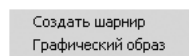

Рис. 1.20. Всплывающее меню после щелчка по кнопке **Переход к элементам, связанным с телом**
- щелкните в окне **Инспектор** на открытой вкладке **Параметры** по кнопке – **Переход к элементам, связанным с телом**. Появится всплывающее меню, см. рис. 1.20;